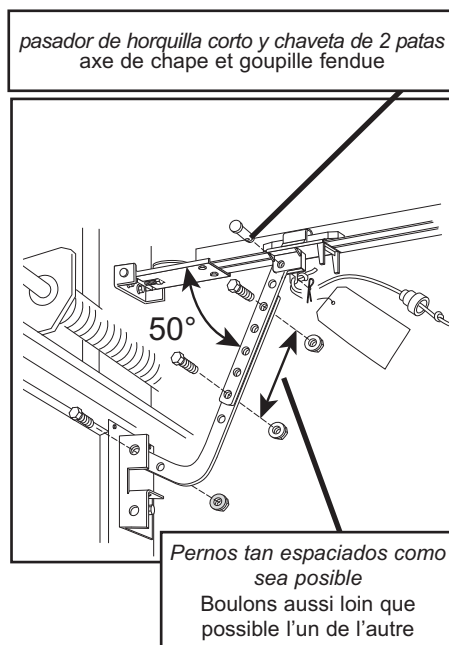

FIG. 2-9 Acoplando los brazos de la puerta.
- Sujete la derivación corta del brazo curvo de la puerta al soporte de la puerta con el perno y la tuerca de cierre (Fig. 2-9).
- Sujete el brazo recto al corredizo usando el pasador de horquilla y pasador de 2 patas (Fig. 2-9).
- Con los brazos dispuestos en esta posición, sujete los brazos juntos usando pernos y tuercas tan espaciados como sea posible (Fig. 2-9).
- Fixez la partie courte du bras de porte incurvé au support de porte à l'aide d'un boulon et d'un écrou de blocage (Fig. 2-9).
- Fixer le bras droit au chariot à l'aide de l'axe de chape et de la goupille fendue (Fig. 2-9).
- Placer les boulons disposés ainsi, resserrer les bras ensemble à l'aide des boulons et des écrous aussi loin que possible l'un de l'autre (Fig. 2-9).